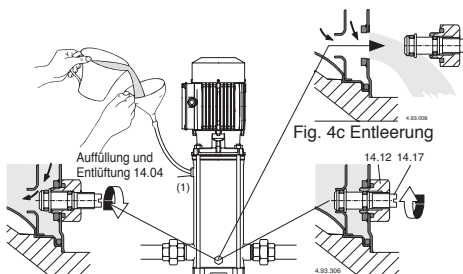

Abb. 4a Auffüllung:
MXV-B, MXV(L) 25-32-40, MXV(L) 4 25-32-40 Während der Auffüllung bleibt die Nadelsschraube (14.17) in der Entleerungs-Verschlußschraube (14.12) gelöst, damit der Druckraum mit dem Saugraum kommunizieren kann (**Abb. 4a**).